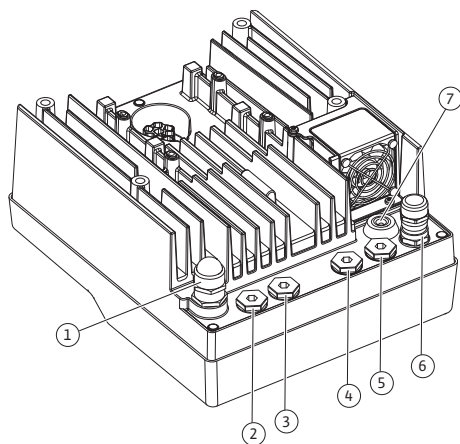
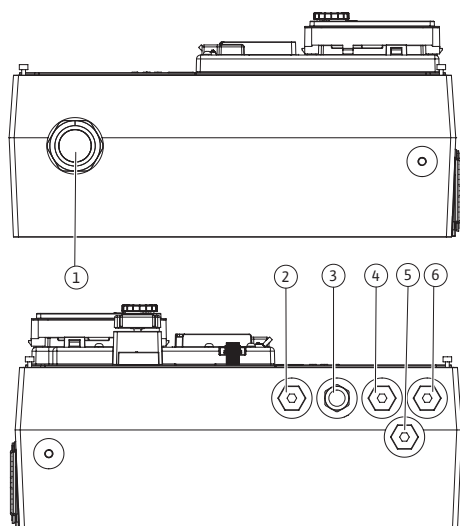

Fig. 21: Kaabli keermesühendused/kaabli läbiviigud (0,37 kW ... 7,5 kW)
Fig. 22: Kaabli keermesühendused/kaabli läbiviigud (11 kW ... 22 kW)
Elektronikamoodulil (Fig. 21) asub kuus kaabli läbiviiku klemmiruumi. Elektriventilaatori pingearustuskaabel on tehases elektronikamoodulile paigaldatud.
Elektronikamooduli ühel küljel (Fig. 22) on viis kaabli läbiviiku klemmiruumi. Kaabli läbiviik toite jaoks asub teisel küljel.
Kaabli keermesühendused koos kaabli läbiviikude tihenditega 2 ... 5 (Fig. 21 ja Fig. 22) on tootega paigalduskomplektina kaasas.
- Juhtige ühenduskaabel läbi M25 kaabli keermesühenduse (Fig. 21, pos. 1, 0,37 kW ... 7,5 kW puhul).
Juhtige ühenduskaabel läbi M40 kaabli keermesühenduse (Fig. 22, pos. 4, 11 kW ... 22 kW puhul).